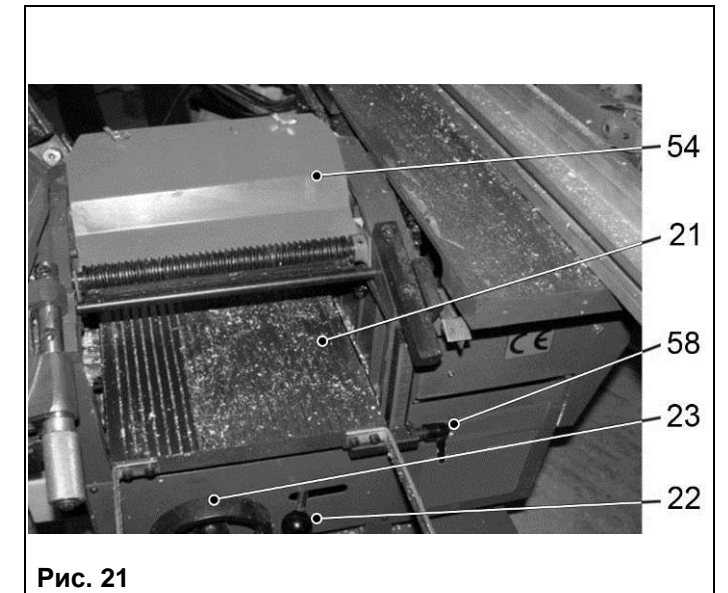

Рис. 21
- оттянуть ручку замка (57), лоток (54) повернуть вокруг оси до характерного щелчка срабатывания конечного выключателя так, чтобы лоток (54) закрывал рабочий вал (55), Рис. 21, 22, 23;
- установить и закрепить патрубок пылесборника (34) на лотке (54), Рис. 21, 22, 23;